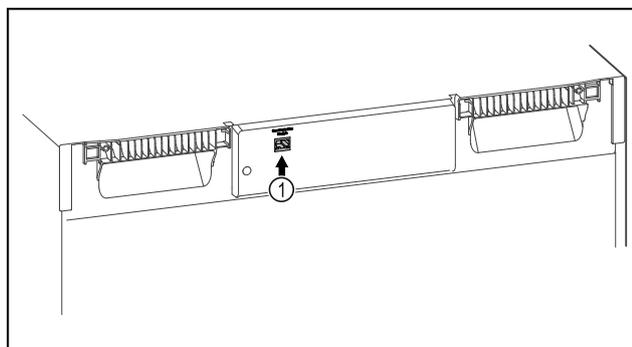

Fig. 138
- ❑ SmartModule Fig. 138 (1) è inserito.